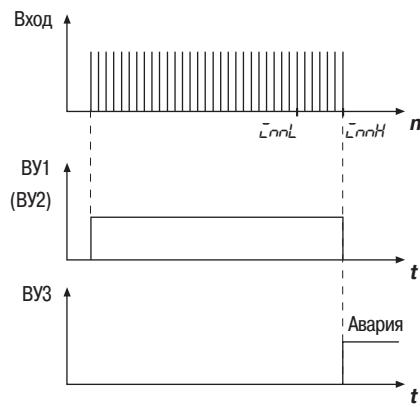

Рис. 11
- значение счетчика превысило заданное значение параметра  $\text{CurH}$ , а сигнал о превышении периода следования импульсов не поступил (рис.11); это возможно только тогда, когда определение концевого положения происходит по превышении периода следования импульсов, заданного в параметре  $\text{CurP}$ , в интервале значений счетчика от  $\text{CurL}$  до  $\text{CurH}$ ; в остальных случаях при достижении значения  $\text{CurL}$  всегда происходит отключение управления приводом.